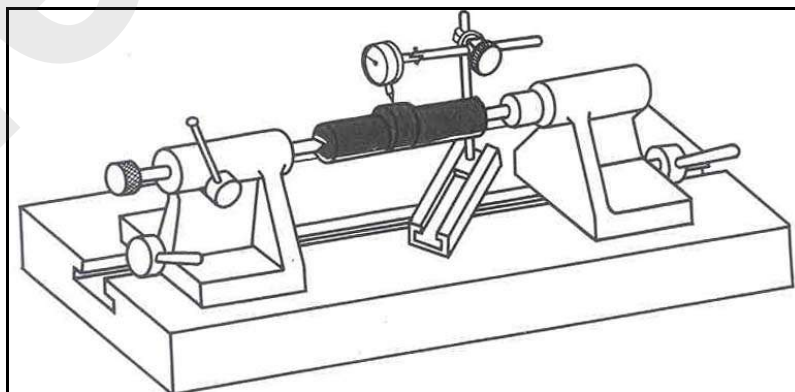

Figura 38 – Verifica dell'eccentricità del pezzo.
4. Se necessario, verificare l'eccentricità del pezzo, utilizzando un comparatore e facendo ruotare lentamente il pezzo (a mano) dopo averlo fissato tra le punte (vedere la Figura 38).